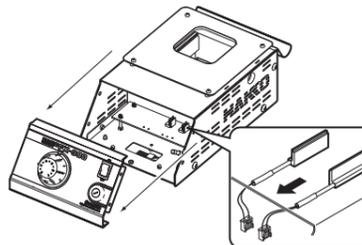

Fig. 5
- Faites glisser le panneau avant vers l'avant, déconnectez les deux connecteurs (Fig. 4) du circuit imprimé du connecteur, puis retirez l'appareil de l'élément chauffant (Fig. 5).